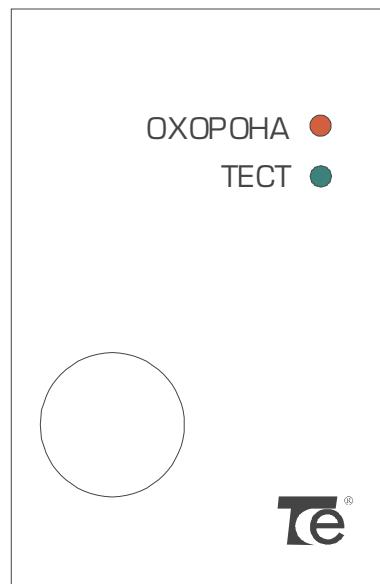

Рисунок 5. Внешний вид передней панели
1.5.1.5. Внешний вид передней панели, приведен на *рис. 5*, назначение индикации в *табл. 4* (*стр. 24*). Режим работы индикаторов приведен в *разделе 2.5.2.* (*стр. 24*).